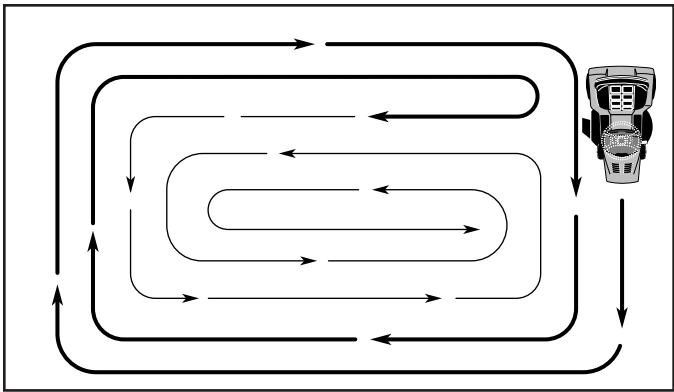

Fig. 23
- Pour tondre une grande surface, on vous conseille de commencer par tourner à droite, de façon à ce que l'herbe ne soit pas déversée sur les arbustes, les clôtures, les allées, etc. Après un ou deux tours, tondez en sens inverse en tournant à gauche jusqu'à ce que le travail soit achevé (Voir la Fig. 23).